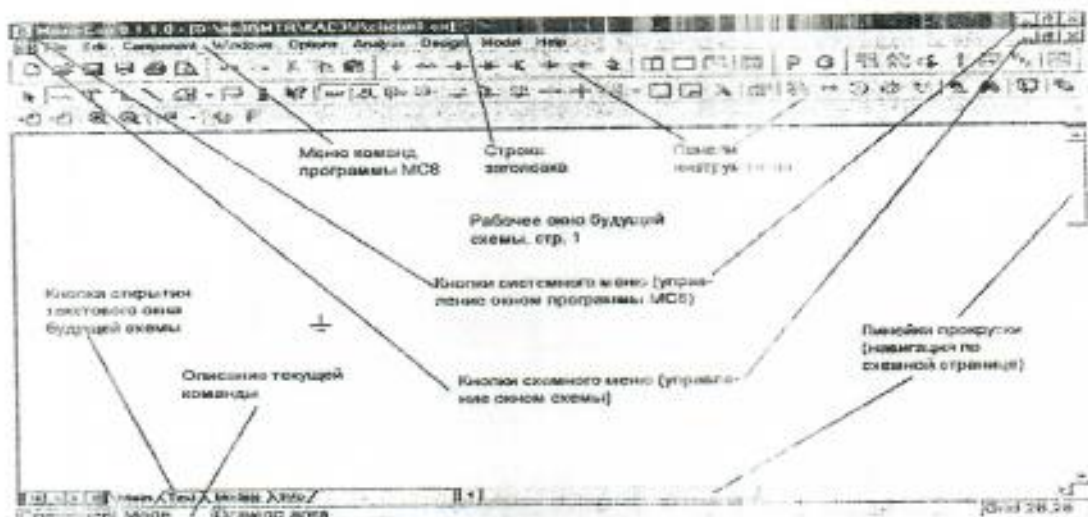

Рис. 1.1. Главное окно программы MC8
Microcap 8 (далее MC8) представляет собой единую программную среду. Интерфейс программы является стандартным для программы ОС Windows. Вид главного окна программы MC8 представлен на рис.1.1.
3. Открыть папку MS8, на экране должно появиться изображение(рис.1.1 с незаполненным рабочим полем).
3. Открыть программу MC8, на экране должно появиться изображение (рис.1.1 с незаполненным рабочим полем).